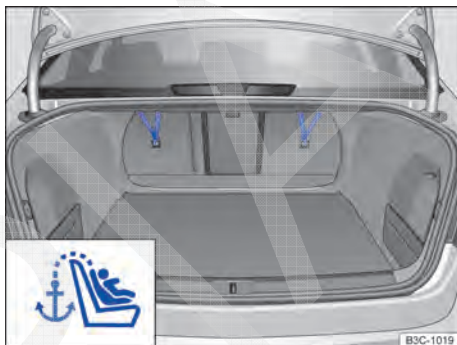

Fig. 83 Cintos de fixação superiores encaixados no compartimento de bagagem.
- Enganchar o cinto de fixação superior no compartimento de bagagem, no respectivo olhal de retenção $\Rightarrow$ Fig. 83.